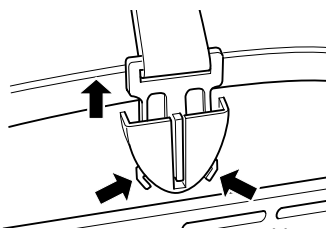

Abb. 17
2. Lösen Sie die Schultergurt-Schnalle, indem Sie die Enden der Schnalle zusammenpressen und sie dabei aus der Halterung entfernen (Abb. 17).